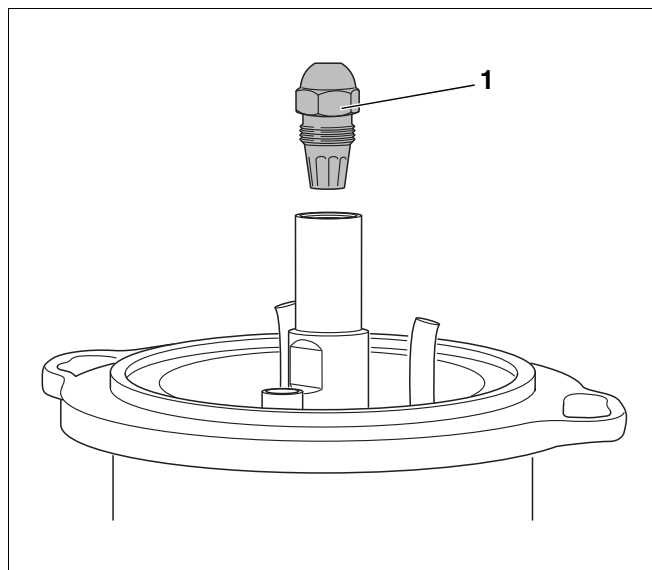

Рис. 28 Демонтаж форсунки
- Открутить форсунку (рис. 28, **поз. 1**) двумя гаечными ключами SW 16 и SW 19.